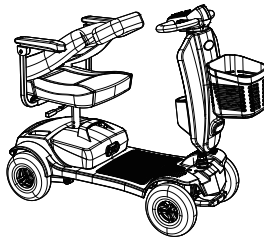

Abbildung 9
2. Stehen Sie auf auf der Rückseite des Fahrzeugs und klappen Sie die Rückenlehne nach unten (siehe Abbildung 9).